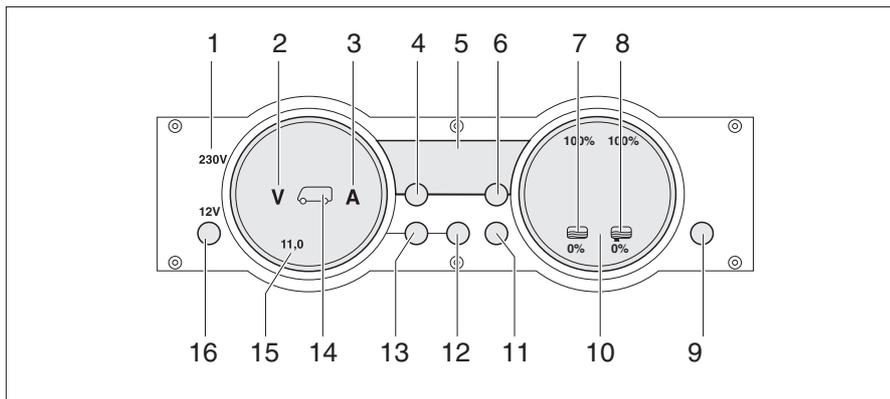

Fig. 260 Pannello di controllo MP 20-S
La spia di controllo 230 V (Fig. 260,1) si accende quando all'ingresso della centralina elettrica è presente una tensione di rete.
L'interruttore principale 12 V (Fig. 260,16) inserisce o disinserisce il pannello di controllo e l'alimentazione a 12 V dell'abitacolo.
- Premere brevemente il tasto "12 V" (Fig. 260,16). L'alimentazione a 12 V dell'abitacolo è inserita. L'indicatore di controllo "12 V" si accende.
- ▷ Se dopo l'accensione il LED "11,0" dell'indicatore dei volt e il simbolo dei Volt "V" (Fig. 260,2) lampeggiano nell'indicatore delle batterie (Fig. 260,15), la tensione della batteria dell'abitacolo è insufficiente. Caricare la batteria.
- ▷ Se dopo l'accensione l'indicatore di controllo "12 V", il simbolo della batteria dell'abitacolo (Fig. 260,14) e il simbolo dei Volt "V" (Fig. 260,2) lampeggiano per tre volte, significa che la separazione della batteria è attivata. Disattivare la separazione della batteria.
- Premere brevemente il tasto "12 V" (Fig. 260,16). L'alimentazione a 12 V dell'abitacolo è disinserita. L'indicatore di controllo "12 V" si spegne.
- Premere il tasto della batteria dell'abitacolo (Fig. 260,12) e tenerlo premuto per circa 10 secondi. Il simbolo dei Volt "V" (Fig. 260,2) e il simbolo degli Ampere "A" (Fig. 260,3) lampeggiano tre volte. La batteria dell'abitacolo è separata dalla rete di bordo a 12 V.
- Premere il tasto "12 V" (Fig. 260,16) e tenerlo premuto per 5 secondi. Il simbolo dei Volt "V" (Fig. 260,2) lampeggia tre volte. La batteria dell'abitacolo è collegata alla rete di bordo a 12 V. L'indicatore di controllo si accende dopo circa 2 secondi.
- Premere il tasto della batteria dell'abitacolo "🔋" (Fig. 260,12). Il simbolo dei Volt "V" (Fig. 260,2) si accende. Il simbolo degli Ampere "A" si accende con luce bianca o rossa a seconda del livello di carica o scarica delle batterie. La tensione della batteria e la corrente della batteria dell'abitacolo sono indicate dai LED sul pannello di controllo.
- Premere il tasto della batteria di avviamento "🔋" (Fig. 260,13). Il simbolo dei Volt "V" (Fig. 260,2) si accende. La tensione della batteria della batteria di avviamento viene indicata attraverso i LED nell'indicatore.
- Premere il tasto dei serbatoi "  " (Fig. 260,11). I simboli del serbatoio dell'acqua "  " (Fig. 260,7) e del serbatoio delle acque grigie "  " (Fig. 260,8) si accendono. I livelli di riempimento del serbatoio dell'acqua (scala a sinistra) e del serbatoio delle acque grigie (scala a destra) vengono visualizzati mediante i LED nell'indicatore.
Il simbolo Volt "V" (Fig. 260,2) e il LED "11,0" iniziano a lampeggiare non appena la tensione della batteria scende al di sotto di 11 V (misurazione durante il normale esercizio) con conseguente rischio che la batteria si scarichi totalmente.
Il simbolo del serbatoio dell'acqua  (Fig. 260,7) o il simbolo del serbatoio delle acque grigie  (Fig. 260,8) lampeggia se il serbatoio dell'acqua è vuoto o il serbatoio delle acque grigie è pieno.
Attraverso l'indicazione digitale (Fig. 260,5) è possibile visualizzare la temperatura interna e la temperatura esterna.
- Premere il tasto della temperatura interna  (Fig. 260,4). Viene indicata la temperatura interna.
- Premere il tasto della temperatura esterna  (Fig. 260,6). Viene indicata la temperatura esterna.